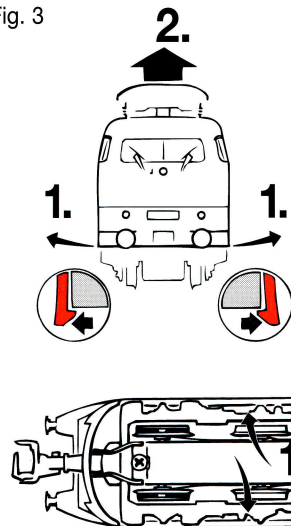

Fig. 2
**Aufrüstung:** Sie können für Ihren Fahrbetrieb unter verschiedenen Kupplungen wählen (Fig. 2). Wir empfehlen den Einsatz der **ROCO-Kurzkupplung**.
Im beigelegten Zurüstbeutel finden Sie auch kleine vorbildgetreue Steckteile für eine erweiterte Aufrüstung Ihrer Lokomotive (Fig. 2), die Sie bitte **vorsichtig montieren**. **Achtung!** Kleben nur mit ausdrücklichem Hinweis.
**Fittings:** Operation is possible with different couplings (fig. 2). We recommend using the **Roco close coupling**.
In the enclosed accessory bag you will find small kits to be fitted on your locomotive. Please **mount them cautiously**. **Attention!** Use glue only if indicated (fig. 2).
**Les attelages:** En vue d'une exploitation pratique sur votre réseau vous pouvez choisir parmi plusieurs types d'attelages conformes aux différents systèmes d'attelage pratiqués en H0 (voir fig. 2). Nous vous recommandons l'emploi de l'**attelage court ROCO**.
Le sachet joint comprend entre autres des petites pièces de finition conformes à la réalité et à **rapporter avec précaution** par le modéliste (fig. 2), si désiré. **Attention:** N'utilisez de la colle qu'aux endroits espressément indiqués aux dessins!